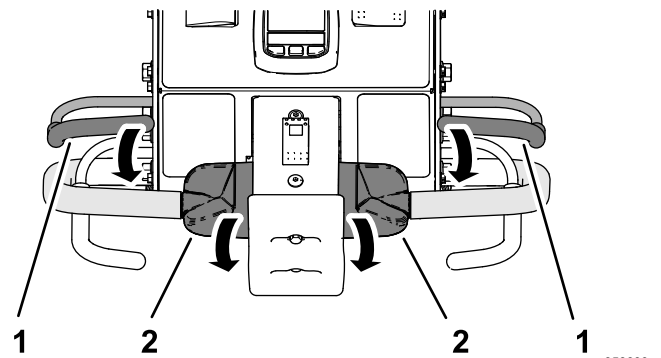

Bild 35
1. Halten Sie einen der beiden Schaltbügel am Lenker fest und drehen Sie den oberen Teil des Fahrtriebshebels nach vorne (Bild 35).